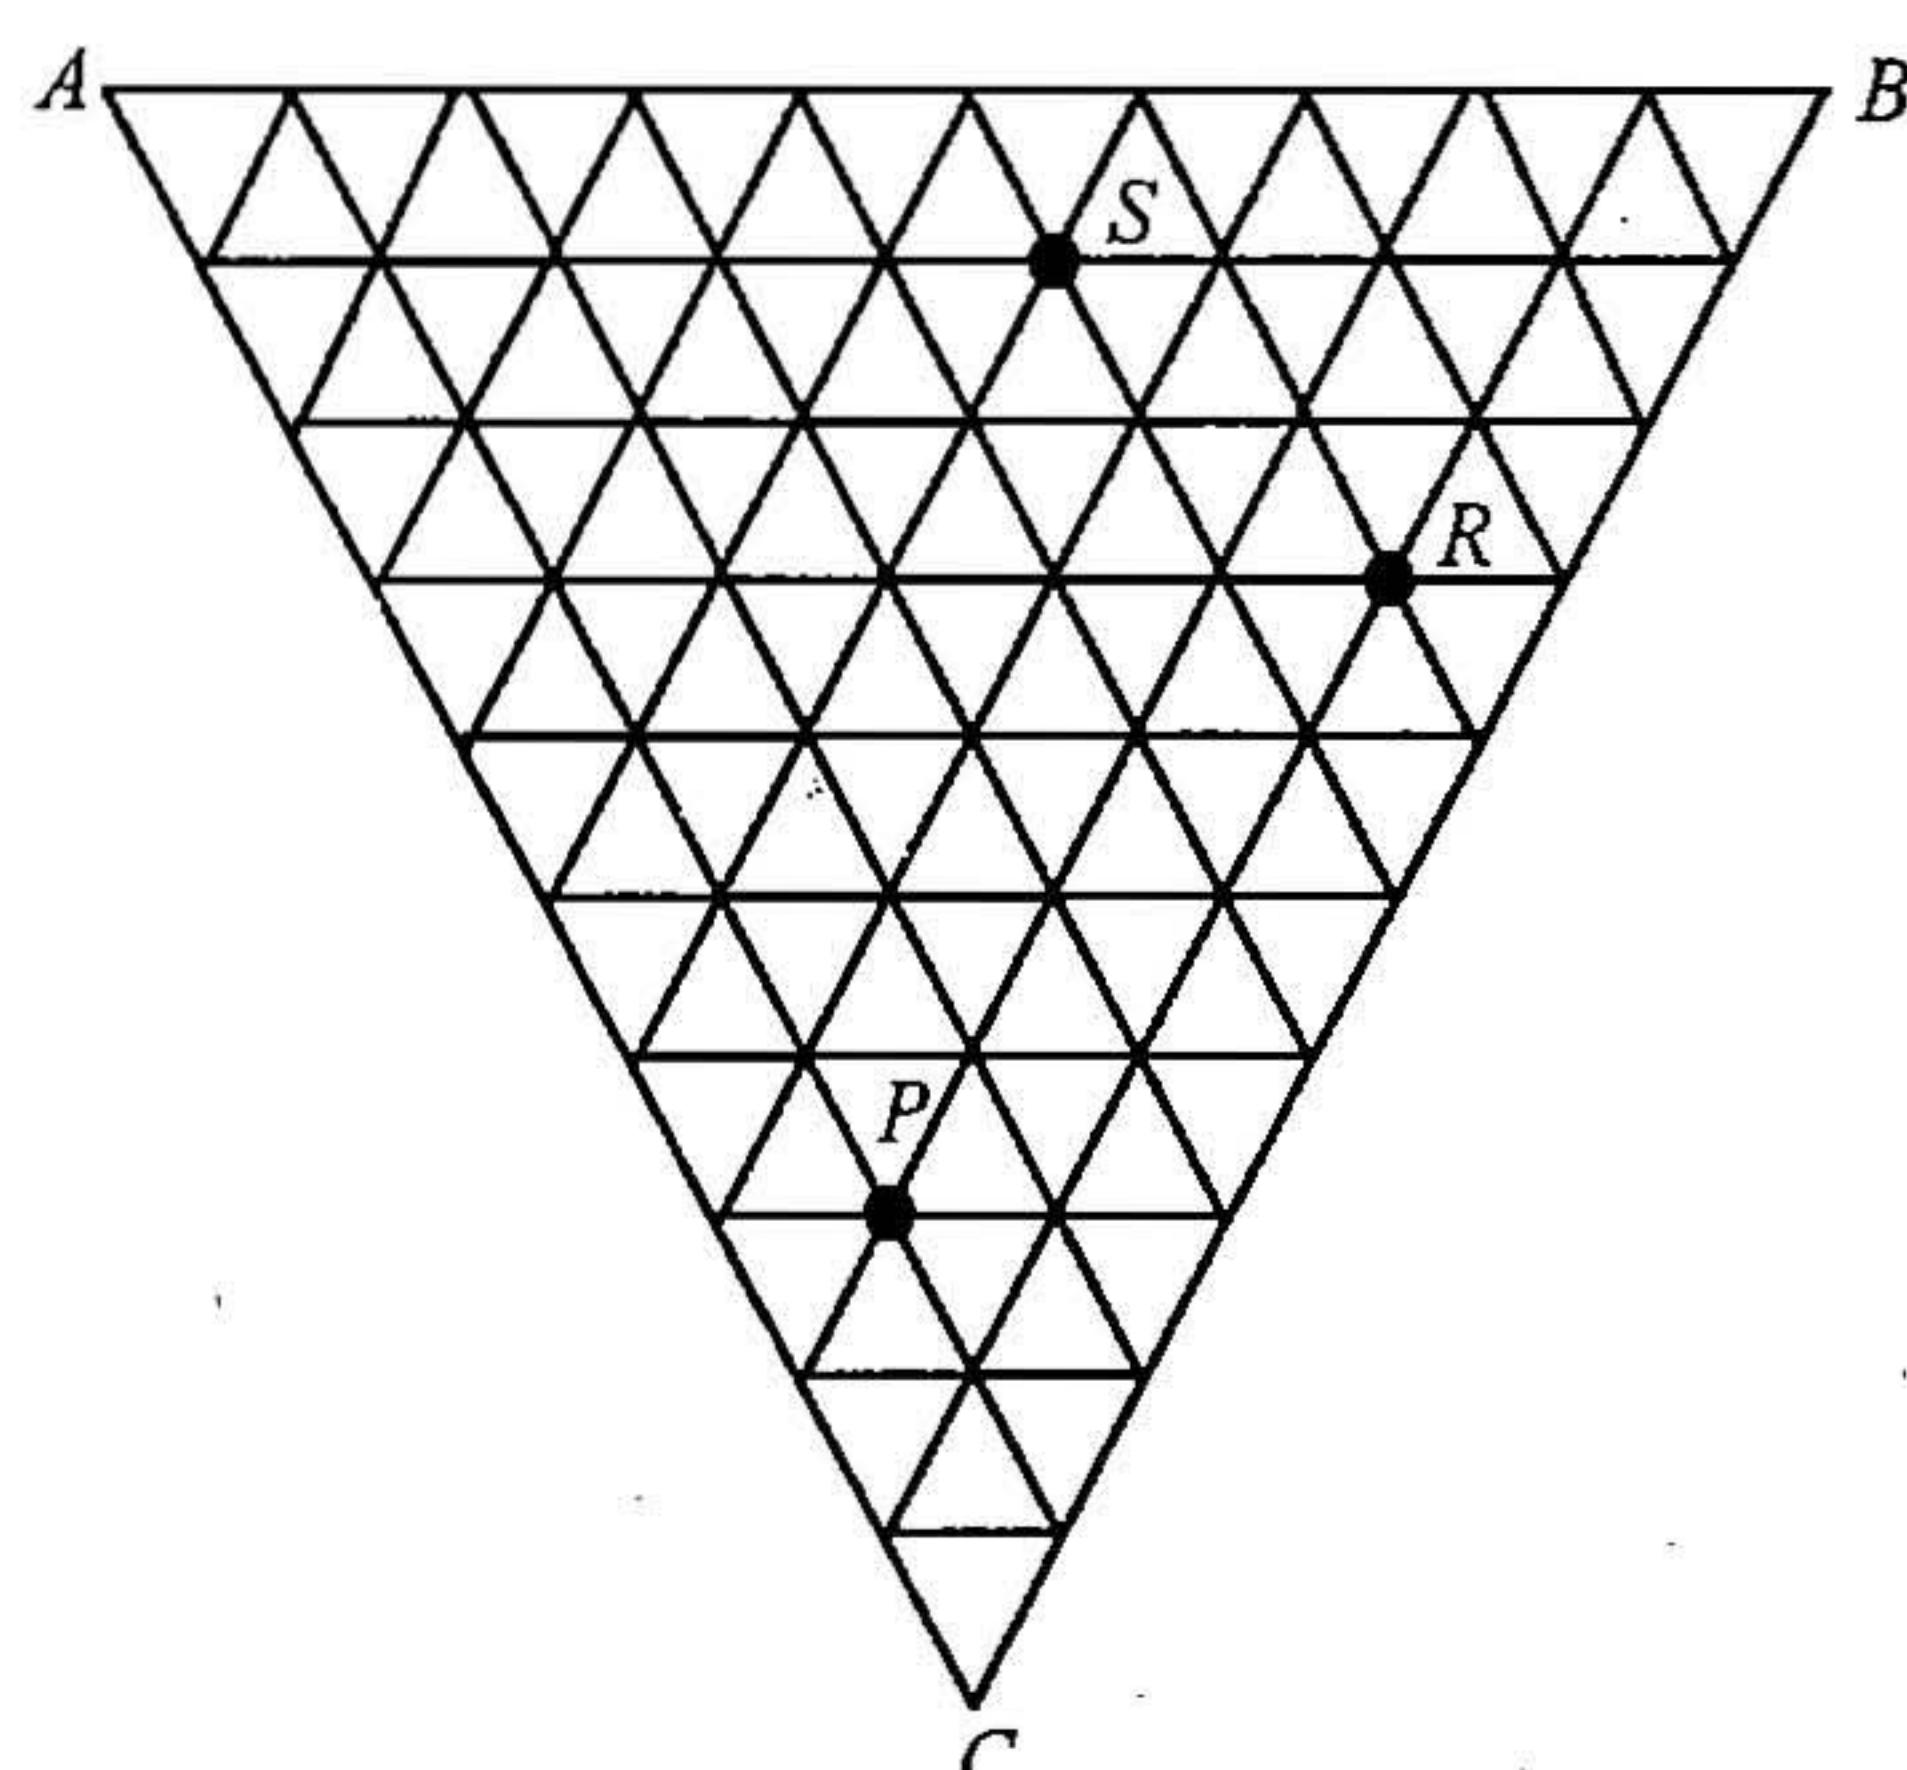

图 26-1 第二题第 2 小题图
- 绘出面心立方点阵中 (110) 晶面的原子平面图。在该图中标出 $[1\bar{1}1]$ 晶向和 $(1\bar{1}0)$ 晶面（指晶面在 (110) 晶面上的垂直投影线）。
- 在图 26-1 所示浓度三角形中，确定 P 、 R 、 S 三点的成分。若有 2kg 的 P 、4kg 的 R 、7kg 的 S 混合，求混合后该合金的成分？